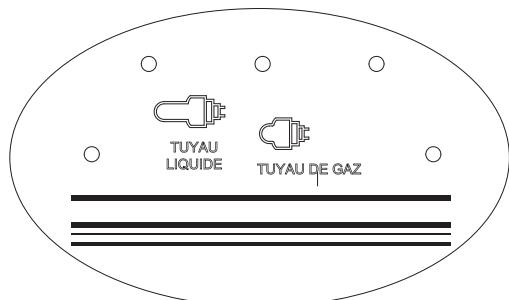
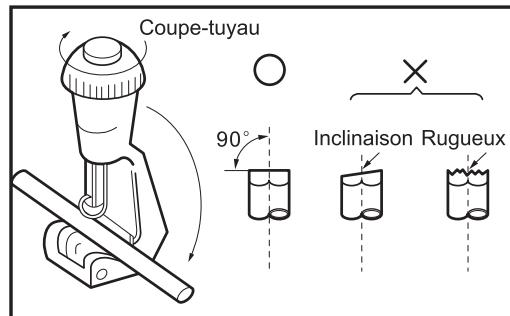

Fig. 4
Fig. 5
1) Couper le tuyau de liquide et le tuyau de gaz à la bonne longueur conformément à la marque de position sur la plaque de montage du mur (figure 4). Assurez-vous que la coupe est plane (figure 5).